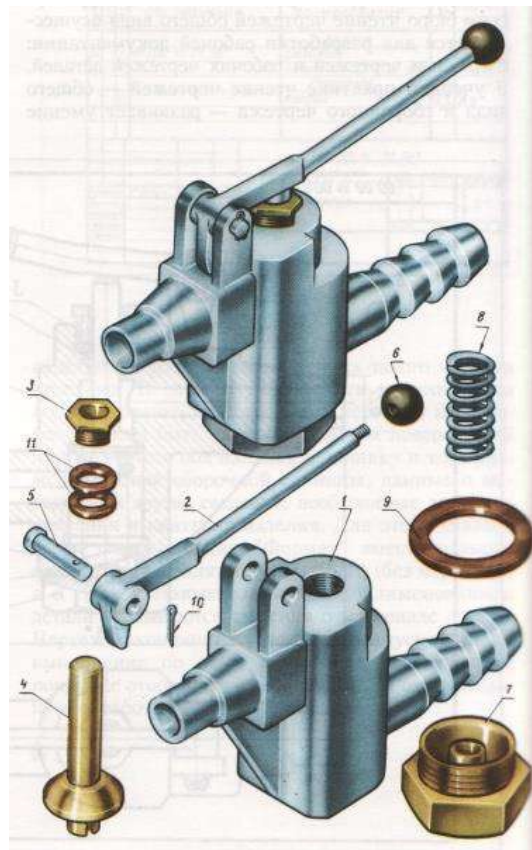

Рисунок 3 Сборочная единица «Корпус»
1. Ознакомиться со сборочной единицей (см. рисунок 3)